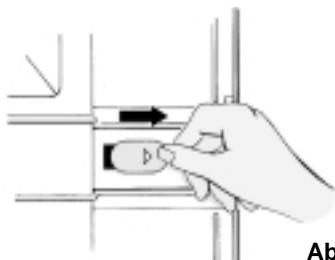

Abb. 3
4. Frei gewordene Löcher mit den beigelegten Kunststoffkappen verschließen. Dazu die Kappen in Pfeilrichtung in die große Öffnung einsetzen und in die schmale Nut bis zur Rastung einschieben (Abb. 3).